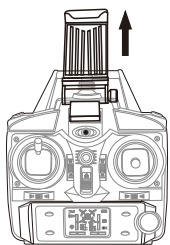

Abbildung 7
1. Ziehen Sie den oberen Teil des Handy-Halter zunächst bis zum Maximum hinaus und legen Sie dann das Handy in den Halter. Lassen Sie dann das obere Ende des Handy-Halters los. Das Handy wird nun von den beiden Auflagen des Handy-Halters fest gehalten..(Abbildung7)